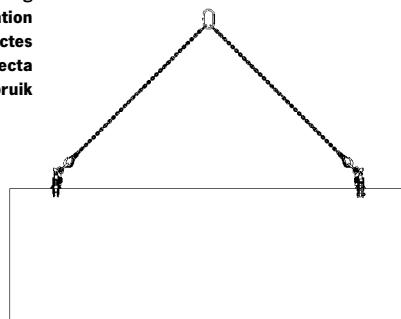
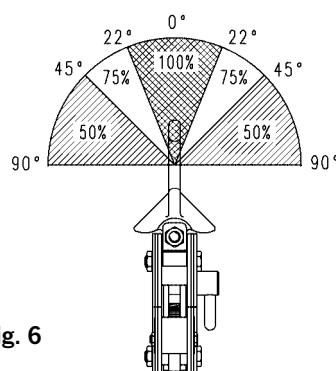

Fig. 1
Fig. 6
Respetar estrictamente el diagrama de la carga máxima de utilización en función del ángulo de uso (ver fig. 6).
- Bij het transporteran van lange lasten is het aan te bevelen twee platenklemmen in te zetten ter voorkoming van slingerbewegingen. Deze kunnen of d.m.v. een traverse of met een dubbelpartse ketting worden ingezet (fig. 1, pagina 8 - het draaglastdiagram fig. 6 raadplegen).
Voor de juiste belasting van platenklemmen dient u het draaglastdiagram te raadplegen (fig. 6).